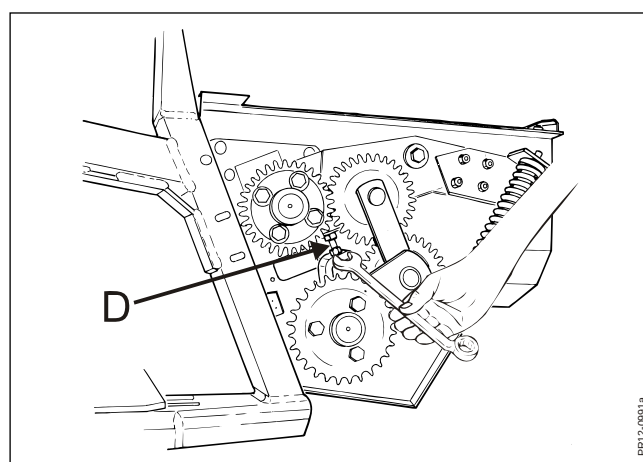

Fig. 3-24
**Fig. 3-24** Eventuel justering af afstanden foretages ved skruen **D**, som er forsynet med en kontra-møtrik, der skal spændes godt til efter justering. Justering foretages på begge sider af maskinen.